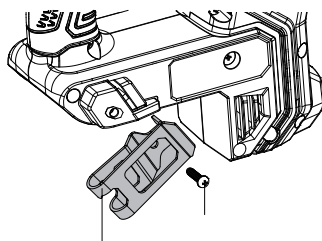

Fig.1
El clip para cinturón (1) está pensado para colgar temporalmente la herramienta. Puede instalarse a ambos lados de la herramienta para mayor comodidad del usuario. Fije el clip para cinturón (1) a la herramienta utilizando el tornillo incluido (2) (Fig.1).